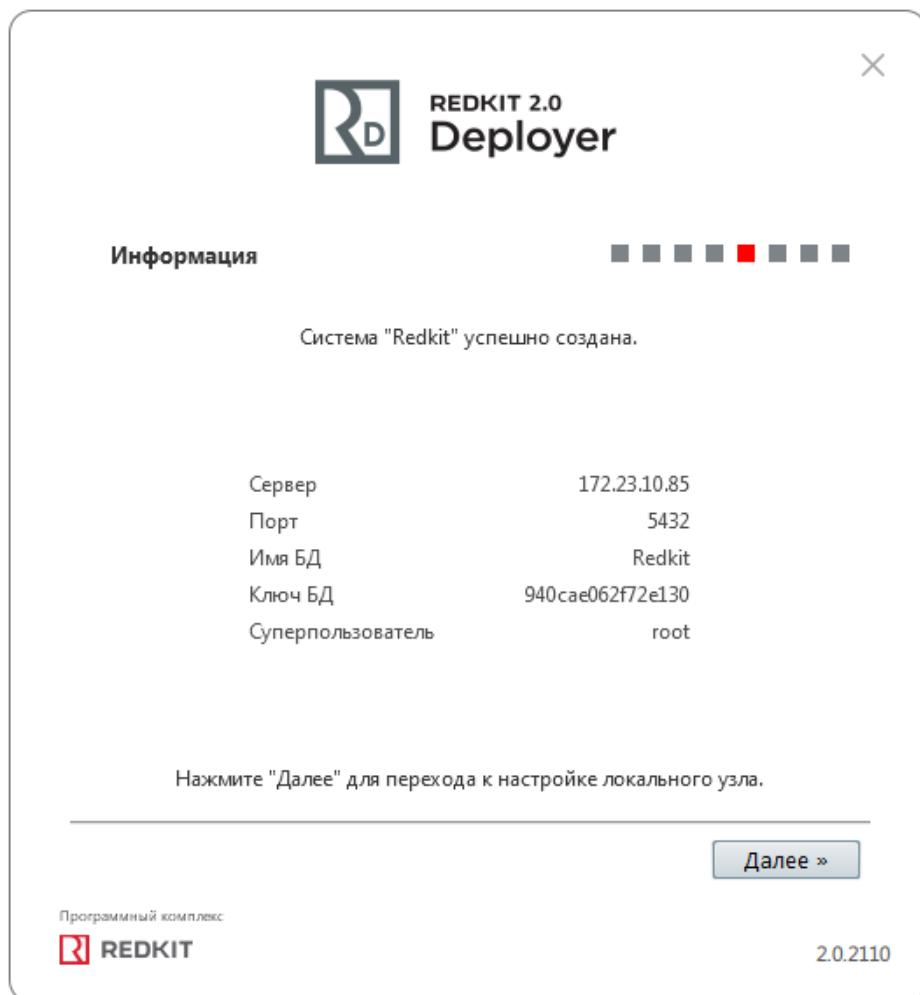

Рисунок 78 - Информация
15. Ознакомьтесь с информацией о созданной системе и нажмите "Далее" (Рисунок 78).